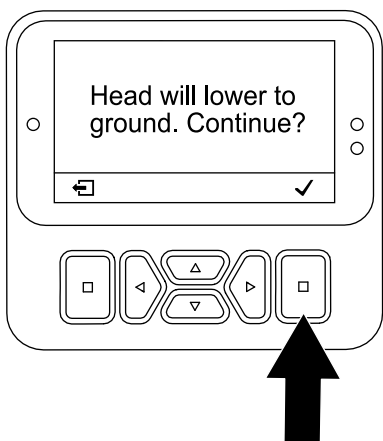

Figura 107
7. Pe ecranul Head Will Lower (Capul va coborî) (Figura 107), apăsai butonul de selectare.